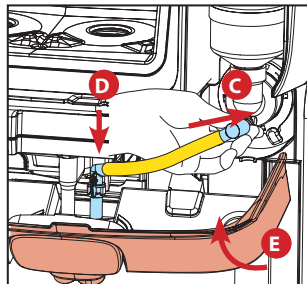

Рис. 5
4. Присоедините трубку к чаше смесителя (C) и защелкните выходное сопло на лотке для смешивания. Закройте панель (E) и кофемашина автоматически вернется в обычный режим выдачи напитков. (См. рис. 5)